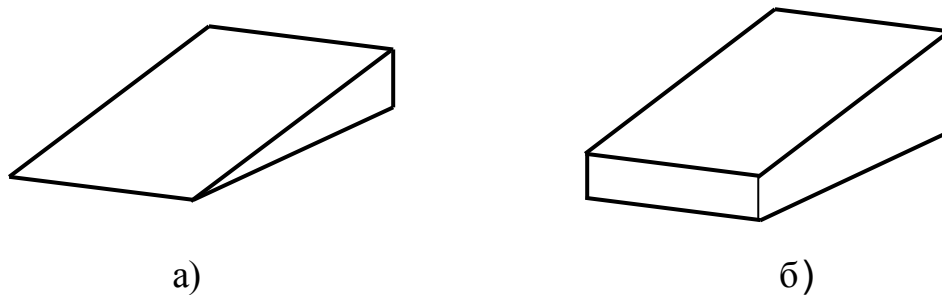

Рис. 102
9. Команда **AI_WEDGE (КЛИН)** позволяет строить поверхность клина (рис. 102).